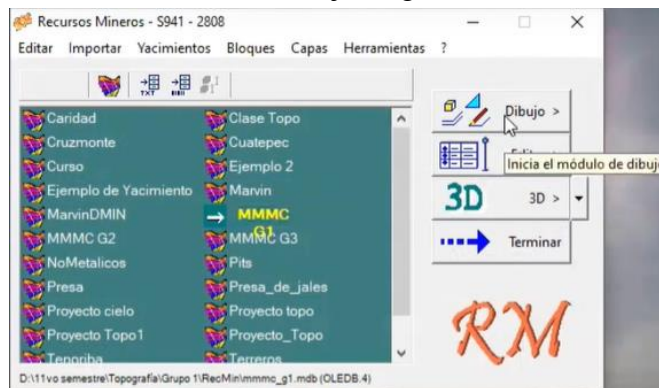

Figura 248. Módulo de dibujo.
59. En el Módulo de yacimientos, seleccionar el proyecto en el que se estará trabajando y presionar el botón “Dibujo” para abrir el Módulo de dibujo. Figura 248.